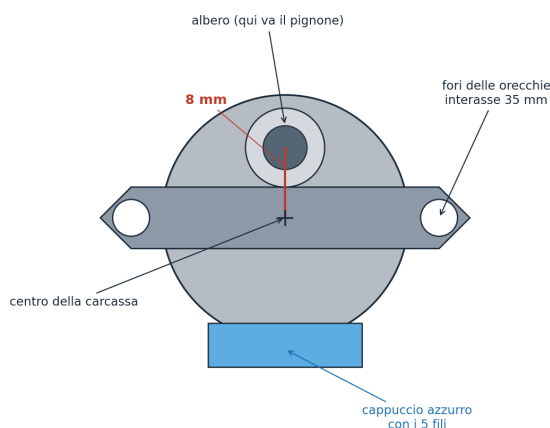

FIG. C6 - il 28BYJ-48 visto dal lato dell'albero
- Il **28BYJ-48** ha l'albero fuori centro di **8 mm** (figura C6): la staffa ha già il foro nella posizione giusta, ma devi infilare il motore con il cappuccio azzurro dei fili verso l'intaglio della staffa.